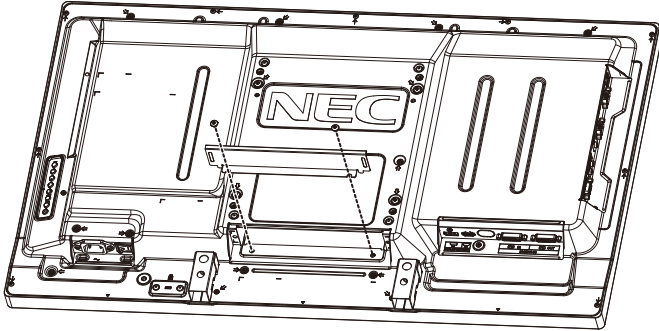

図 1
4. オプションボード用スロットのネジを外し(図1)、オプションスロットカバーを取り外します。